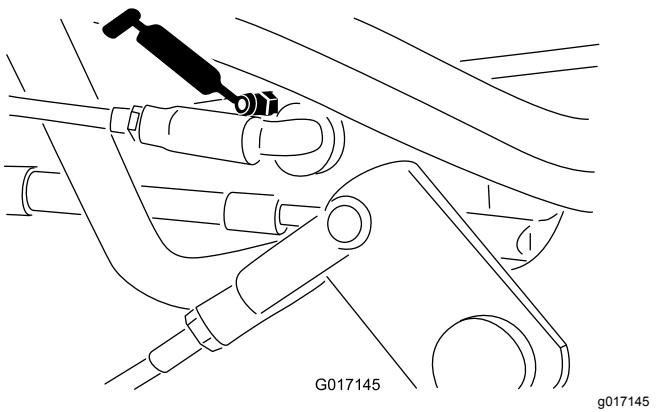
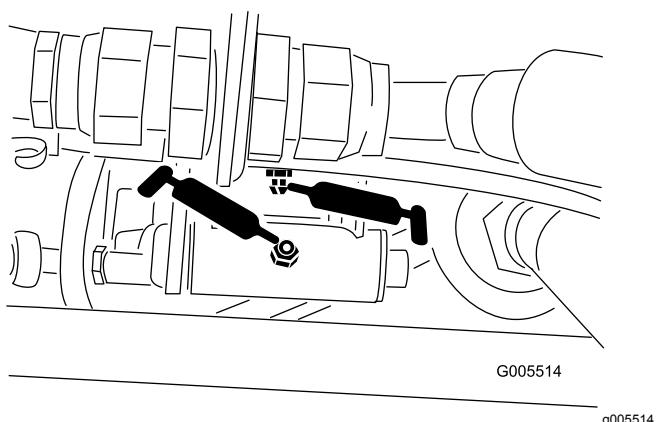

Figura 39
Figura 38
- Articulação do seletor de velocidade (Figura 38 e Figura 39)